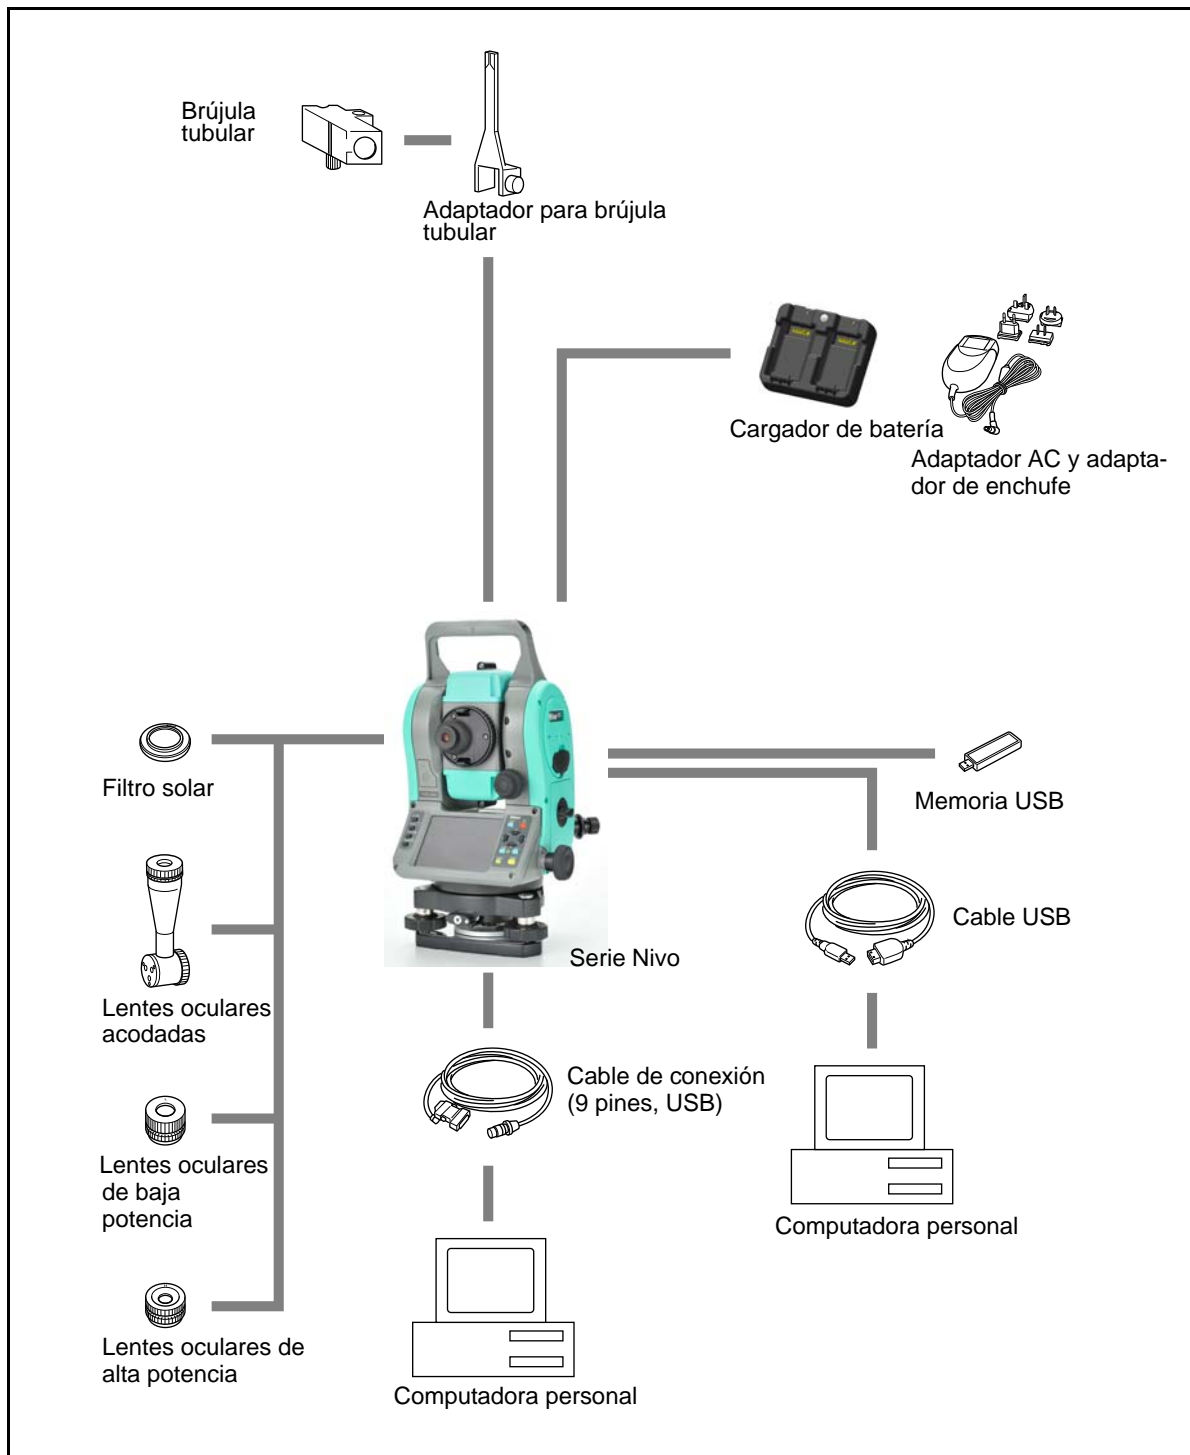

Figura 6.1 Lado de medición
**Precaución** – Excepto por la conexión que se muestra en la Figura 6.1 de la página 48, el uso de dicho conector correrá por cuenta y riesgo del usuario.